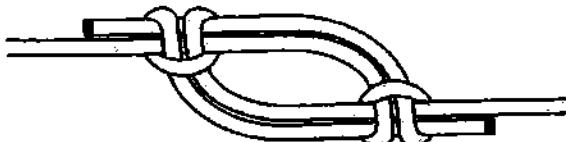

Рис. 797. *Две глухие петли.*
**Две глухие петли** – это два **коровьих узла**, соединяющих верёвку вместе, он же **богатырский узел**, у которого ходовые концы пропущены параллельно и закреплены в соседних узлах (рис. 797). Узел простой и быстро запоминается, он такой же надёжный и безопасный, как и **рыбацкий узел**, но в отличие от последнего, **две глухие петли** после любой нагрузки легко развязываются. Узел не ослабляет трос и при умеренных нагрузках хорошо держит на любых верёвках.